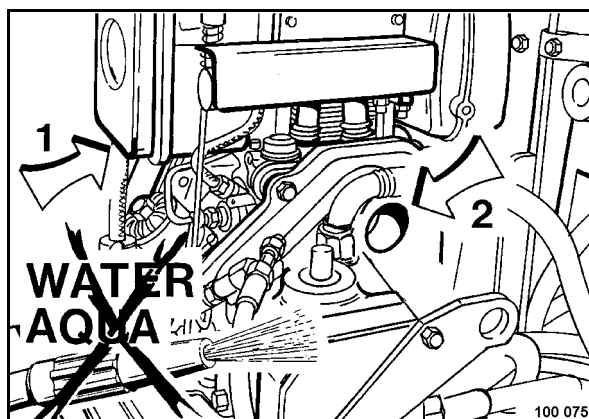

Fig. 54
No dirigir el chorro de agua en directo en el orificio de aspiración del filtro de aire, en el tubo de escape (1) (Fig. 54) y en el agujero para la manivela de arranque (2).